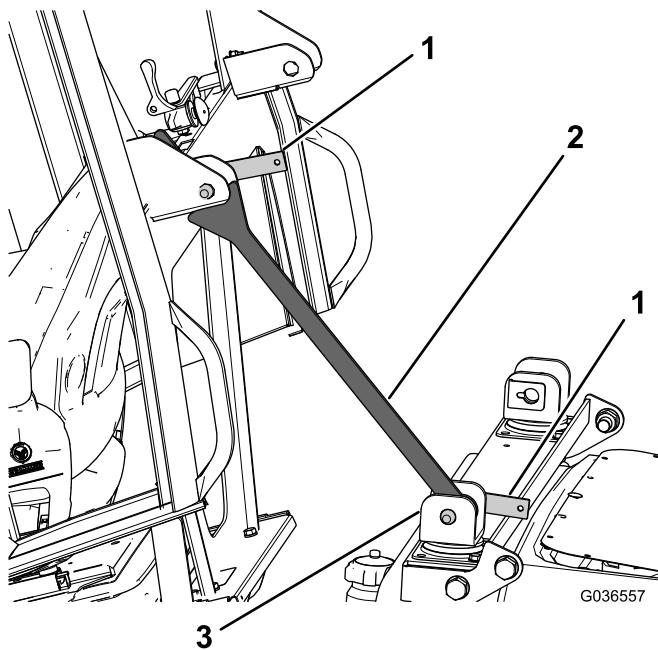

図 14
- C. 安全サポートブラケットが固定されたら、クロスピームブラケットをキャブ側へ回転させて、キャブの後部にあるブラケットにセットする図 14。
- D. 安全ブラケットが外れないように、残っているロックングレバーを上側のブラケットに入れ図 14。